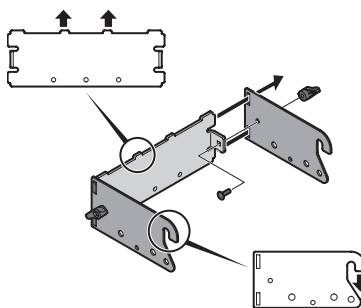

Figure 4
**NOTE :** Les crochets sur les supports latéraux doivent pointer vers le bas et les languettes sur le support arrière doivent pointer vers le haut comme indiqué dans la Figure 4.